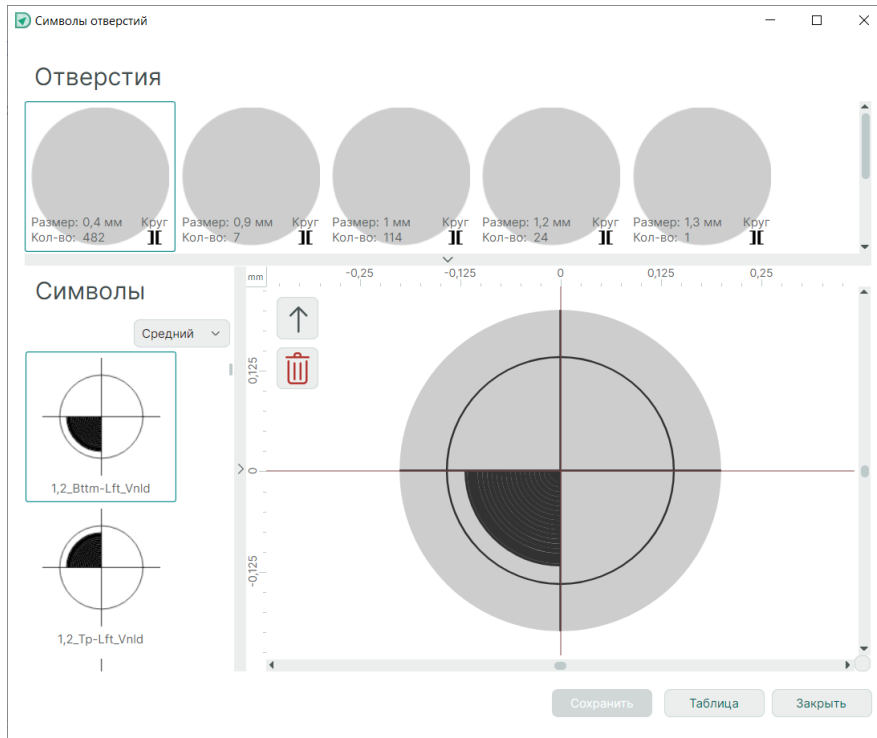

Рис. 51 Окно назначения символов отверстиям текущего проекта
3. В открывшемся окне «Символы отверстий» назначьте символы для отверстий, содержащихся в текущем проекте, см. Рис. 51. Символы отверстий хранятся в разделе «Графические символы» в Стандартах системы.